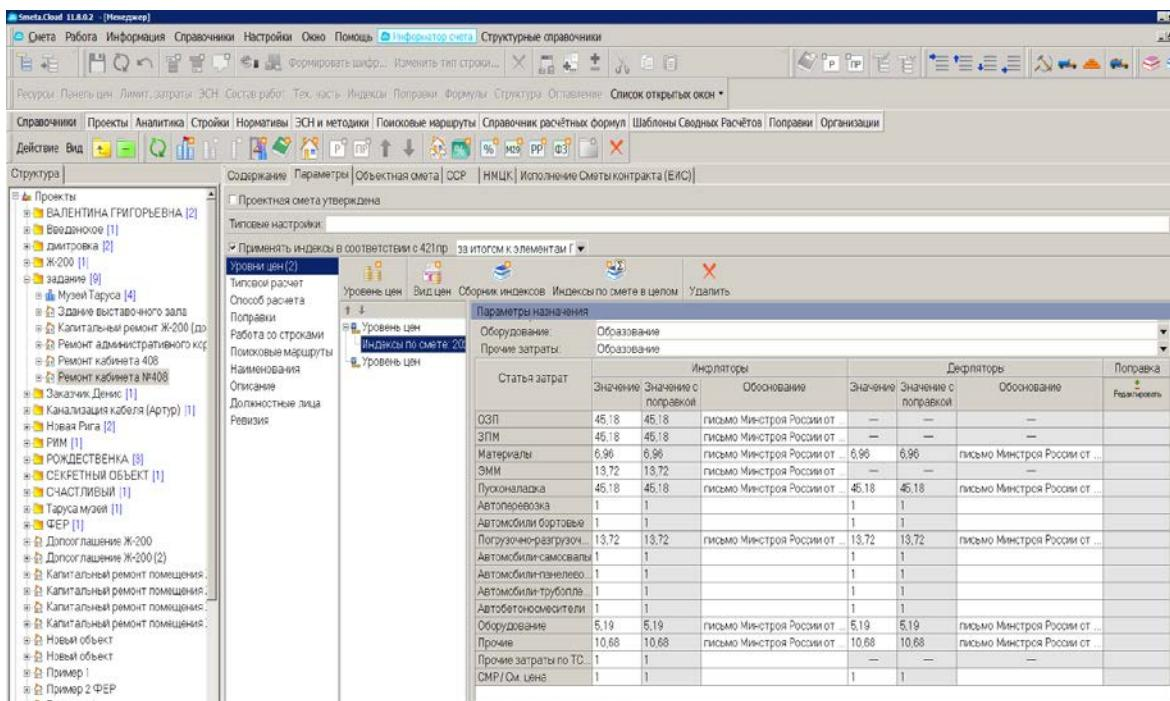

Рис. 5. Установка индексов пересчета сметной стоимости
- на вкладке «Индексы» прописать индексы пересчета вручную, согласно Письма Минстроя РФ (рис.5).